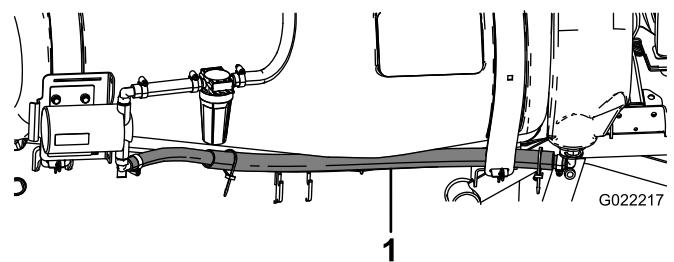

图 11
1. 在药缸前箍带和药缸侧面之间放置冲洗水箱软管图 11。
- 3. 用 1 个软管夹将软管的末端连接到冲洗泵上的下软管宝塔接头 图 11。